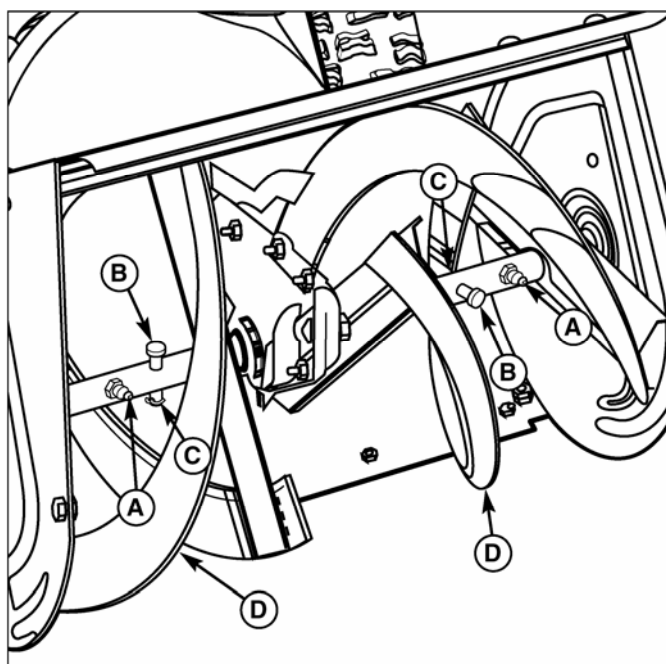

Рис. 14. Смазка вала шнека
1. Выньте шплинт (С, рис. 14) и срезной штифт (В).
3. Поверните шнек (D) несколько раз, чтобы равномерно распределить смазку. Повторите шаг 2.